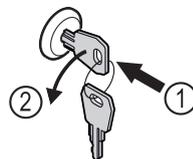

Fig. 165
- ▶ Iespiediet atslēgu. Fig. 165 (1)
- ▶ Grieziet atslēgu par 90° pretēji pulksteņrādītāja virzienam. Fig. 165 (2)